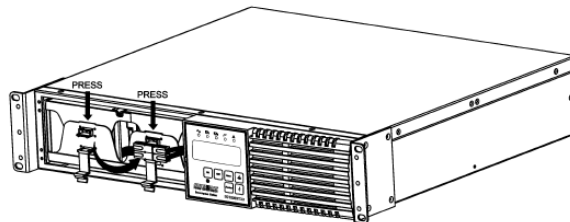

FIGURE 3
4. Appuyez pour déverrouiller les supports du connecteur de la batterie (FIG. 3).
5. Vérifiez la polarité correcte. Branchez les connecteurs de la batterie (rouge et noir) ensemble. Placez les connecteurs de batterie dans le support du connecteur de batterie, puis verrouillez les supports du connecteur de batterie (FIG. 3).